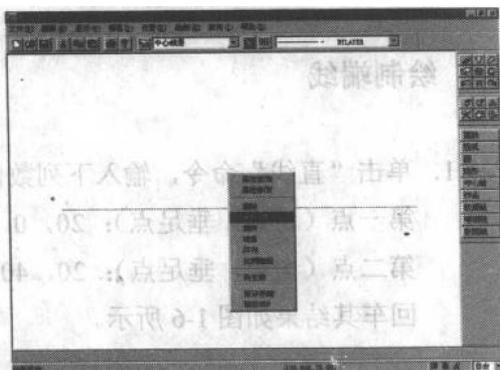

图 1-2 选中“平移（拷贝）”
1) 选定中心线，单击右键，在弹出的快捷菜单中选中“平移（拷贝）”命令，如图 1-2 所示。